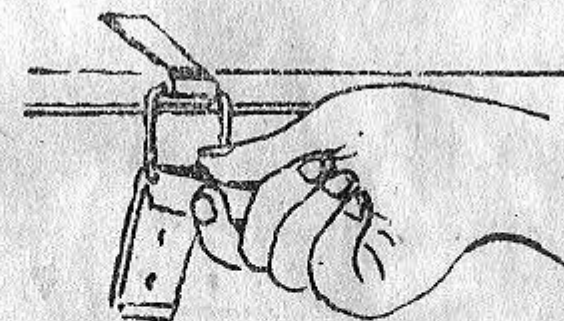

Рис. 3.
6.1.1. Открывают сначала два замка, запирающие переднюю стенку ящика (рис. 3).